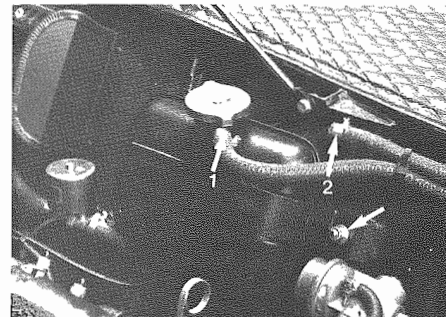

Fig. 13 - Serbatoio di compensazione vettura tipo EUR
- Smontare i tubi di raccordo 1 e di tracimazione 2 ed i dadi di fissaggio (Fig. 13).
- Remove the connecting tube 1 and overflow 2 and the fixing nuts (Fig. 13).